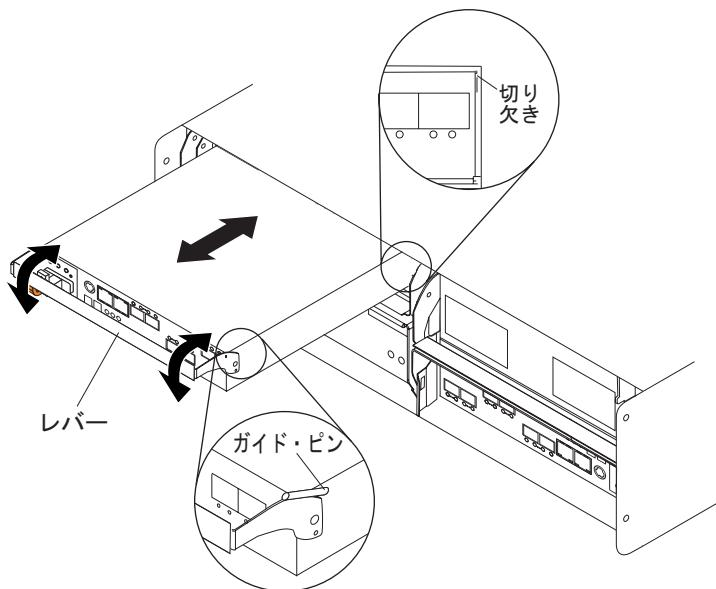

図 21. コントローラーの取り外しと再取り付け
- 1 つのコントローラーをスライドさせてストレージ・サブシステムの空のスロットに入れます。49 ページの図 21 に示すように、コントローラーをスライドさせて入れる際、レバーがまっすぐ引き出されていることを確認してください。